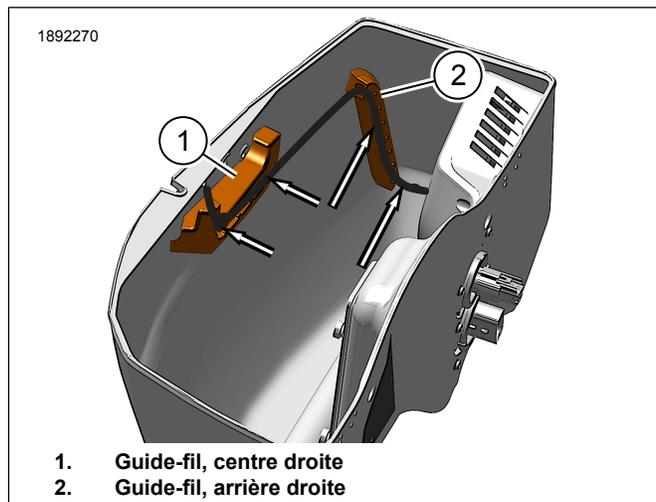

Figure 6. Itinéraire interne du faisceau de câbles
- c. Figure 6 Installez le faisceau directement à l'arrière de la sacoche, dans le guide-fil arrière (2) et vers l'avant dans le guide-fil central (1), comme illustré.
- d. Le connecteur du caisson de basses et les connecteurs des haut-parleurs (si équipés) dépasseront suffisamment du haut du guide central (1) pour atteindre leurs points de connexion.